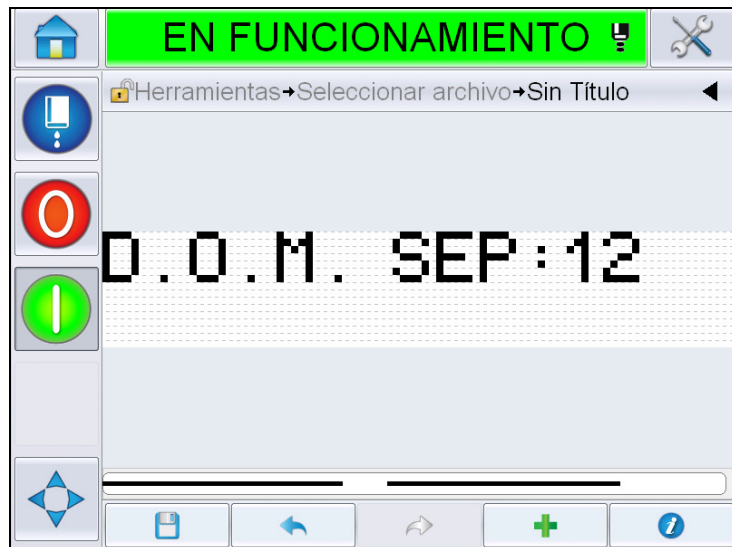

Figura 5-29: Página de mensajes
El mensaje con el formato seleccionado se muestra en la página de *mensajes* (Figura 5-29). Continúe con el paso 18 en la página 5-43 para guardar el mensaje o pase al próximo paso para agregar otro campo.
- 12** El mensaje con el formato seleccionado se muestra en la página de *mensajes* (Figura 5-29). Continúe con el paso 18 en la página 5-43 para guardar el mensaje o pase al próximo paso para agregar otro campo.